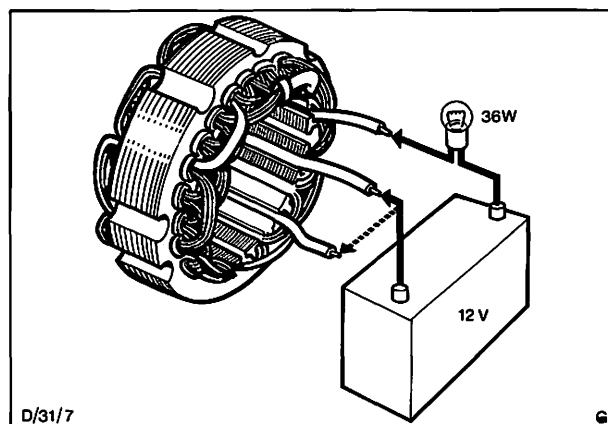

Abb. 52 Ständerwicklung auf Durchgang prüfen
a) Ständerwicklung auf Durchgang prüfen. Abb. 52.